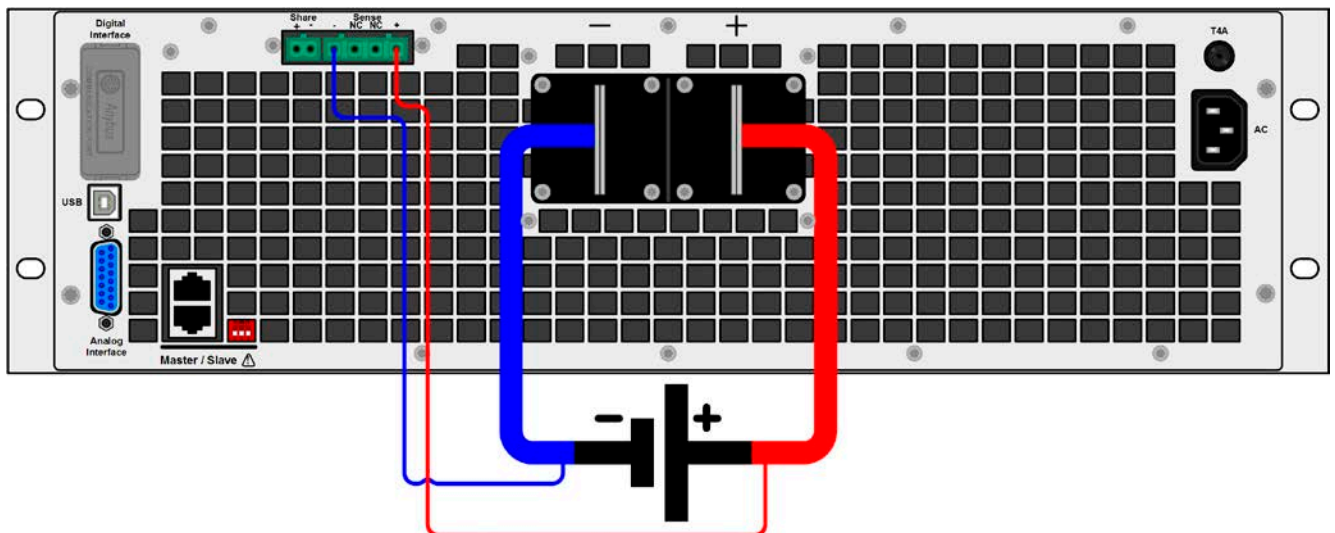

图 12 - 远程感测接线举例
- 感测线跟源极之间要+与+，-与-相连，否则会损坏两个系统。见图 12。